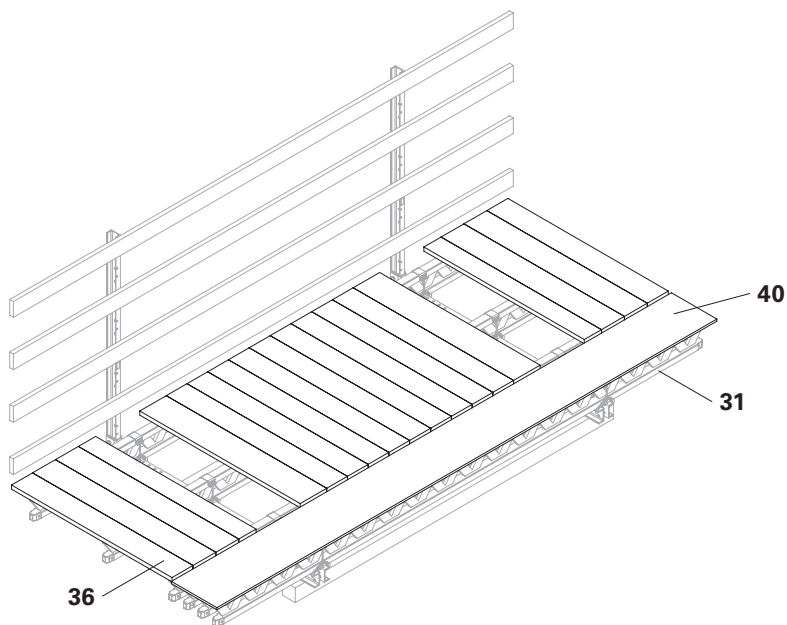

Fig. B4.04
1. Fissare il manto (40) alla trave reticolare GT 24 (31) con viti per legno o chiodi.
2. Tagliare l'impalcato (36) sulla lunghezza e fissarlo alla trave reticolare GT 24 (31) con viti per legno o chiodi.
- (Fig. B4.04)